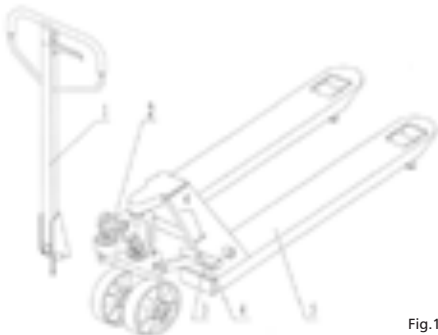

Fig.1
3. Presione el maneral hacia abajo, quite el alfiler (#2) (ver la Fig. 1)